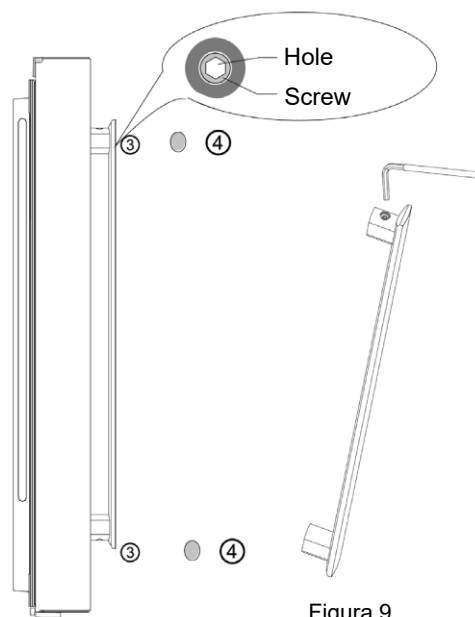

Figura 9
2. Coloque la jaladera sobre la puerta utilizando el perno (1) y asegúrese de que la jaladera contacte la superficie de la puerta. Vea la figura 9.
3. Fije la jaladera haciendo girar el tornillo para jaladera (3) hasta el final, luego agite la jaladera para verificar que está firmemente fijada.
4. Coloque el tapón (4) en el orificio del tornillo de jaladera para completar esta instalación.